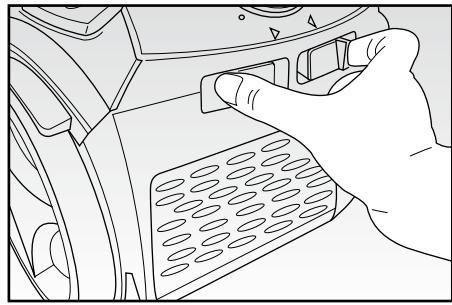

Fig. 9
- Agire sulle due leve ed abbassare lo sportellino situato nella parte posteriore dell'apparecchio (Fig. 9).